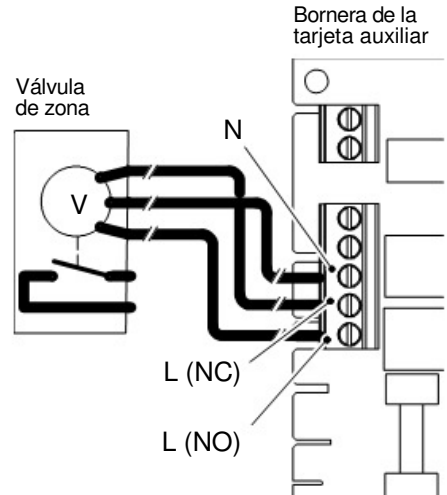

Figura 5.26
Para la conexión de la válvula de zona utilice los bornes de la tarjeta auxiliar N (neutro común), L (NO) línea 230V ~ (válvula abre instalación de calefacción), L (NC) línea 230V ~ (válvula cierra instalación de calefacción), Figura 5.26.